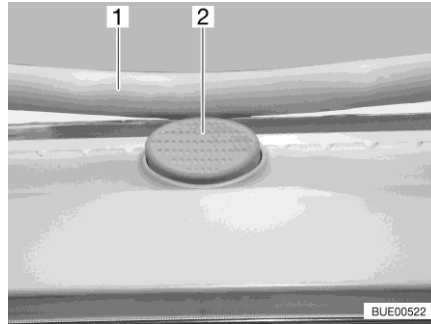

Fig. 21 Botón de seguridad (claraboya Heki)
- Pulsar el botón de seguridad (Fig. 21,2) y tirar el estribo (Fig. 21,1) hacia abajo con ambas manos.
- Presionar el estribo hacia arriba con ambas manos hasta que el estribo se encuentre encima del botón de seguridad (Fig. 21,2).